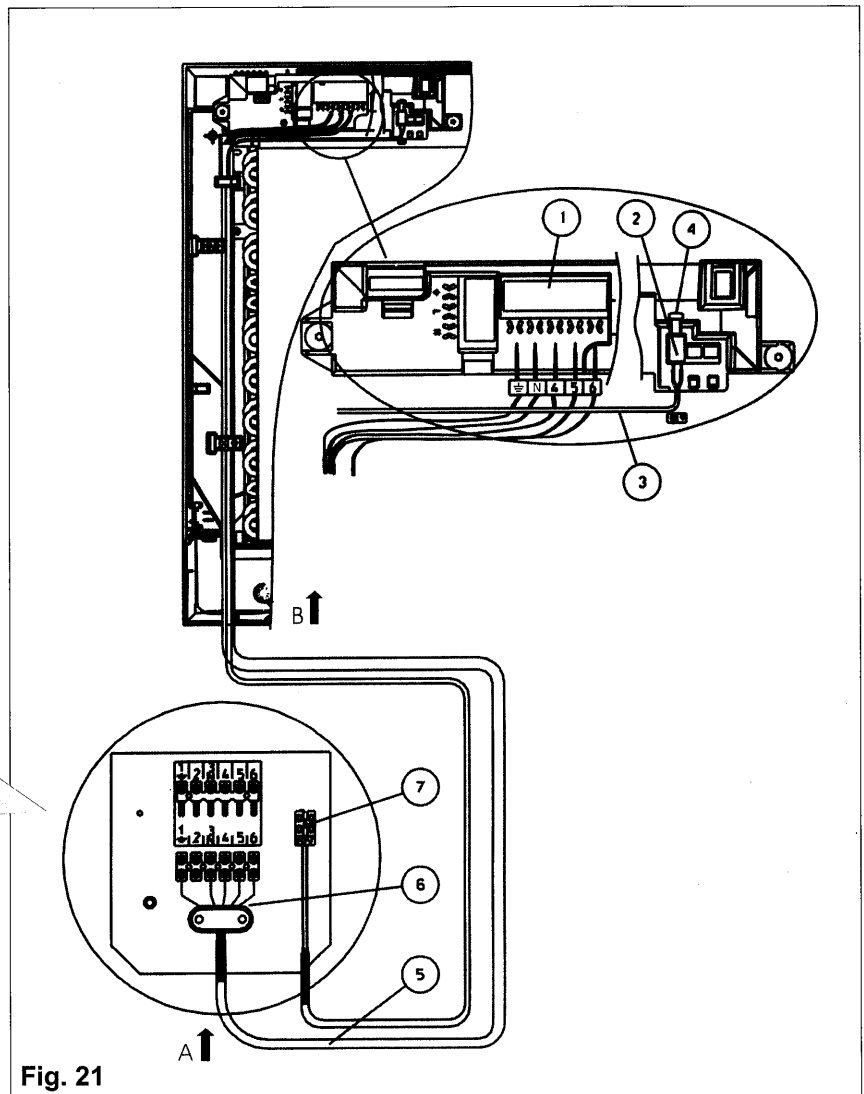

Fig. 21
3. Connettere le estremità del cavo ai terminali delle unità interna ed esterna, come illustrato in fig. 21.
- Fig. 21